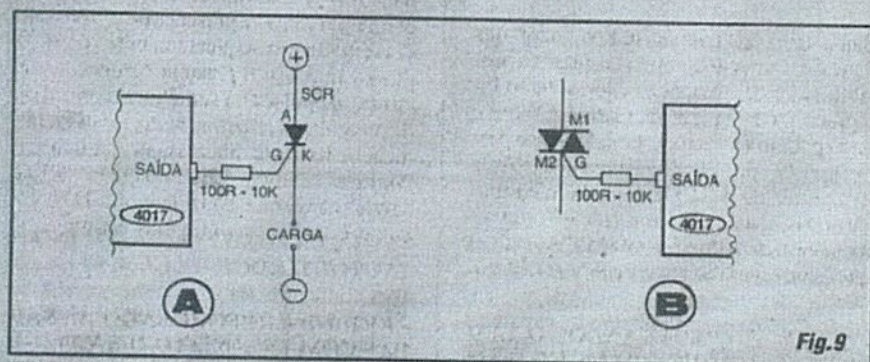

Fig. 9
- **FIG. 9-A - ACIONANDO TIRISTORES** - Um SCR (Retificador Controlado de Silício, de "mão única"...) também pode ser acionado pelas Saídas de um 4017, eventualmente com a intermediação de um resistor dimensionador da Corrente de *gate* (terminal de "gatilho" do tiristor...). Lembrar que - como sempre ocorre nesses circuitos de controle - a linha de "terra" deve ser *comum* aos módulos circuitais... Dessa forma, Correntes, Tensões e Potências no ramo "tiristorizado" do circuito *podem* ser radicalmente diferentes dos correspondentes parâmetros inerentes ao C.MOS...
- **FIG. 9-B - TAMBÉM TRIACs...** - Os tiristores de "mão dupla", ou TRIACs (que são capazes de chavear cargas em onda completa, sob C.A.) também podem ser "gatilhados" pelas Saídas de um 4017... Notem que as estruturas mostradas em 9-A e 9-B substituem, em muitos casos, de forma totalmente em "estado sólido", os arranjos com relês anteriormente exemplificados, no comando de cargas realmente "pesadas", seja sob C.C., seja sob C.A.! Centenas de Volts ou milhares de Watts podem, assim, confortavelmente ser sequenciados pelas 10 Saídas de um 4017, em organizações circuitais *muito* utilizadas (os Leitores/Hobbistas de APE já devem ter visto, nas páginas de Revista, *muitas* montagens práticas que recorrem a tais sistemas, inclusive no controle de lâmpadas de alta Potência...). Não esquecer que também com TRIAC, e este (com a respectiva carga...) sob C.A., a linha de "terra" deve ser *comum* aos módulos circuitais, para que o C.MOS possa polarizar corretamente o dispositivo de Potência...